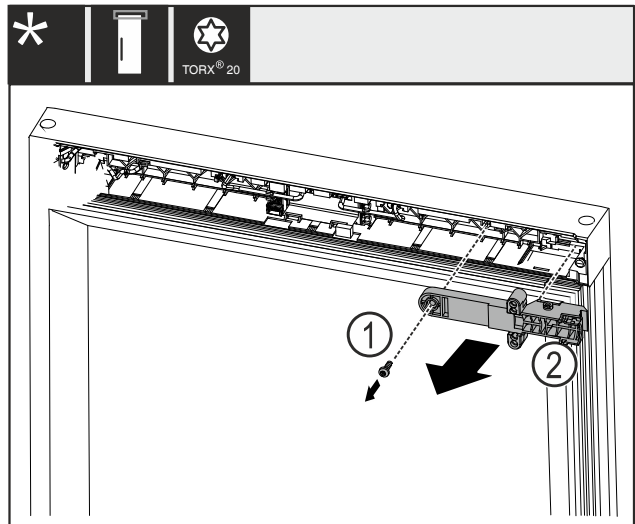

Fig. 21
- Izvadite vijak Fig. 21 (1).
- Skinite element za držanje brave Fig. 21 (2).